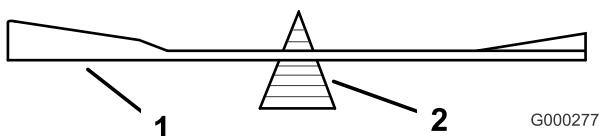
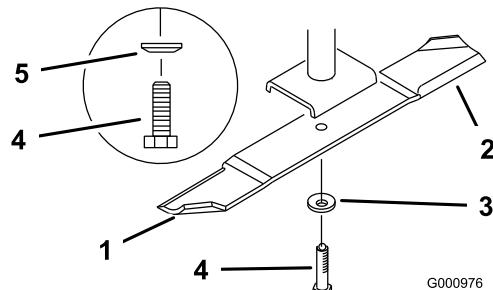

Figura 83
Figura 84
- Togliete il bullone, il disco elastico e la lama dall'asse del fusello (Figura 84).
- Controllate l'equilibrio della lama posizionandola su un bilanciatore (Figura 83). Se la lama rimane in posizione orizzontale, è bilanciata e può essere utilizzata. Se la lama non è bilanciata, limate del metallo soltanto dalla costa (Figura 84). Ripetete la procedura finché la lama non è perfettamente bilanciata.
1. Montate la lama sull'asse del fusello (Figura 84).
2. Montate il disco elastico e il bullone della lama. Il cono del disco elastico deve essere rivolto in verso la testa del bullone (Figura 84). Serrate il bullone della lama a 115-150 Nm.